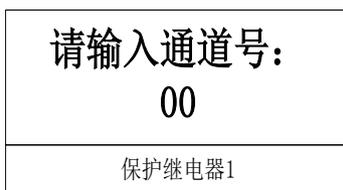

图 6-12 出口传动
a. 出口传动：用于试验装置的继电器输出回路。试验时，按“+”、“-”键选择某路开出通道，按“确认”键执行，如图 6-12 所示：